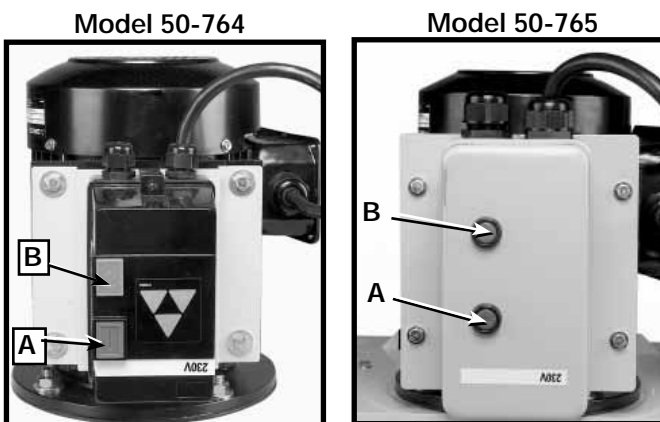
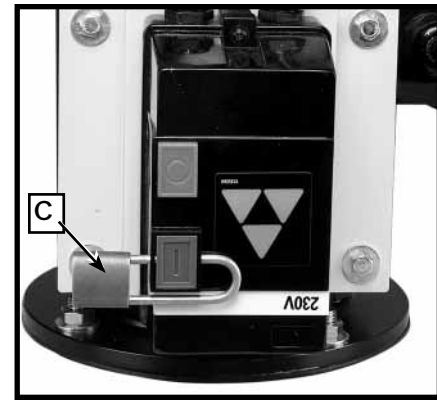

Fig. 17
Fig. 18
1. Les boutons de démarrage (A) et d'arrêt (B) sont logés à l'avant du boîtier moteur comme indiqué à la figure 17. Pour démarrer l'appareil, appuyer sur le bouton « ON » (A).
2. Pour l'arrêter, appuyer sur le bouton « OFF » (B).
IMPORTANT : lorsque l'appareil n'est pas utilisé, verrouiller le bouton de démarrage (A) fig. 17, pour empêcher toute utilisation non autorisée, en passant un cadenas (C) fig. 18, muni d'une boucle de 4,75 mm (3/16 po) de diamètre, dans le trou au côté du bouton.